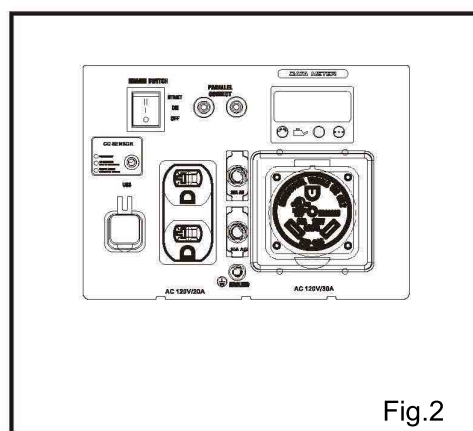

Fig.2
- Retire el elemento del filtro de aire (Fig. 2). Inspeccione si hay suciedad, residuos o daños. Limpie o reemplace según sea necesario.
2. Cambie el interruptor de control del motor (Fig. 2) a ON.
(Arranque eléctrico, si está equipado) Presione el interruptor de control del motor (Fig. 2) en posición ON hasta que el motor arranque. Si el motor no arranca después de cinco segundos, suelte el botón y deje enfriar el motor de arranque durante treinta segundos antes de intentar arrancar el motor nuevamente.
3. Voltee el interruptor de control del motor (Fig. 2) a OFF.